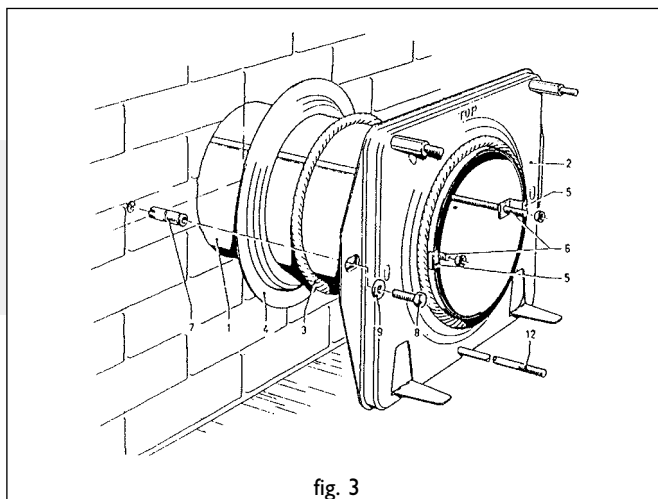

fig. 3
Installatie van de standaard geveldoorvoer (fig. 3)
Installatie van de geveldoorvoer met telescopische inlaatpijp (fig. 3)
Bevestiging van de montageplaat (fig. 3)
- De bout / schroef (8) (fig. 3) vervangen door b.v. een houtdraadbout.
- Plaats aan de kamerzijde tussen de montageplaat (2) en de wand stralingsplaat 14.
- Bevestig aan de buitenzijde van de wand m.b.v. 4 schroeven (16) siluminplaat 15.